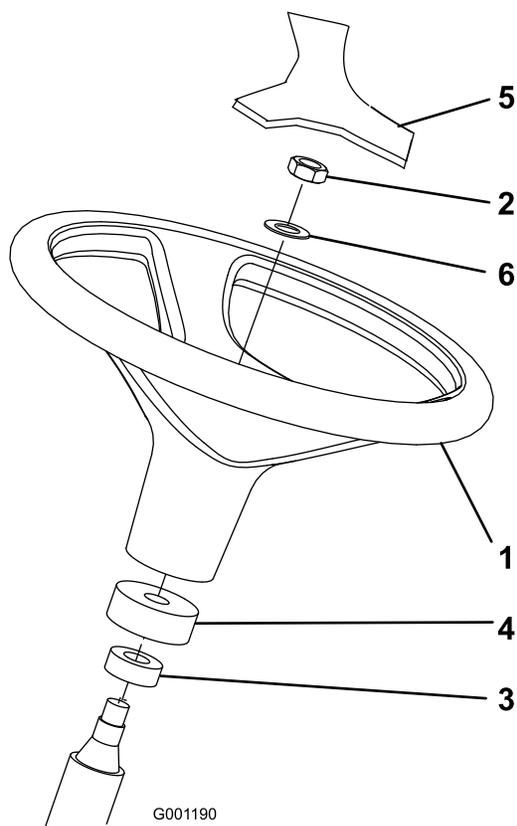

Figura 3
collare in schiuma sintetica e coperchietto antipolvere (Figura 3).
3. Collocate il volante e rondella sul piantone (Figura 3).
5. Montate il coperchietto sul volante (Figura 3).